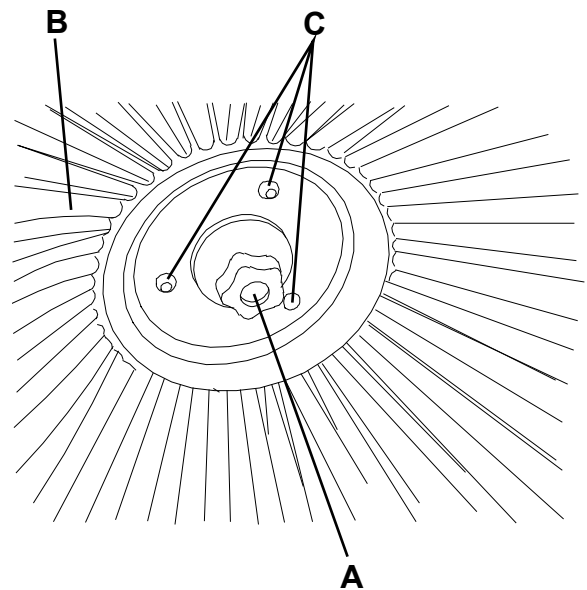

Abbildung 2
- Hauptschalter (1) auf 0 stellen.
- Knopf (A, Abb. 2) in der Mitte des Seitenbesens herausdrehen. Seitenbesen (B) von den drei Stiften (C) lösen und abnehmen.
- Den neuen Seitenbesen in die drei Stifte (C) einrasten und am Gerät montieren. Knopf (A) eindrehen.